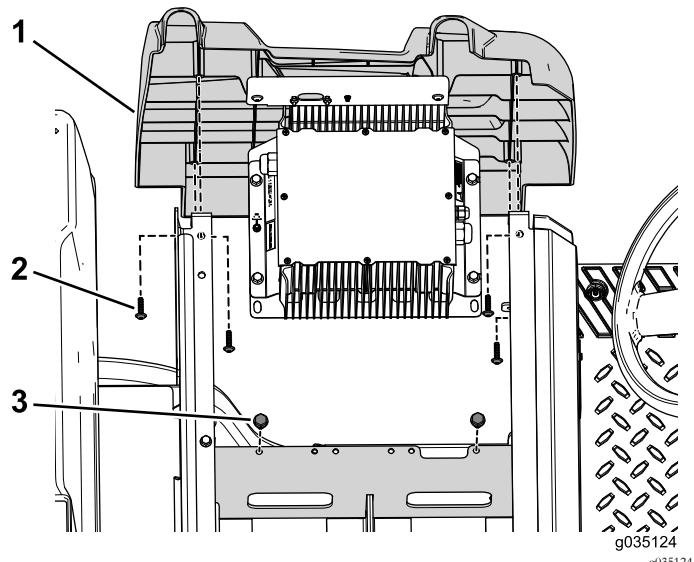

Рисунок 56
4. Выверните два болта крепления кронштейна зарядного устройства к поддону аккумуляторных батарей (Рисунок 56).
5. Выверните 4 самонарезающих винта, крепящих левый боковой кожух к автомобилю (Рисунок 56).